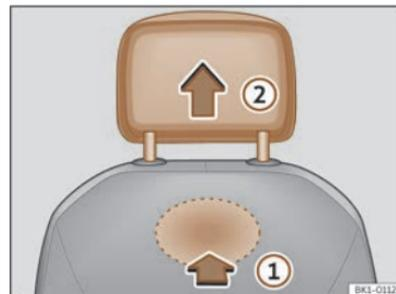

Fig. 71 Poggiatesta anteriore: smontaggio.
- Per sbloccarlo, cercare la rientranza situata sul retro dello schienale nell'area contrassegnata e premere nella direzione della freccia >>> **fig. 71** ①.
- Estrarre il poggiatesta tirando nella direzione indicata dalla freccia ②.